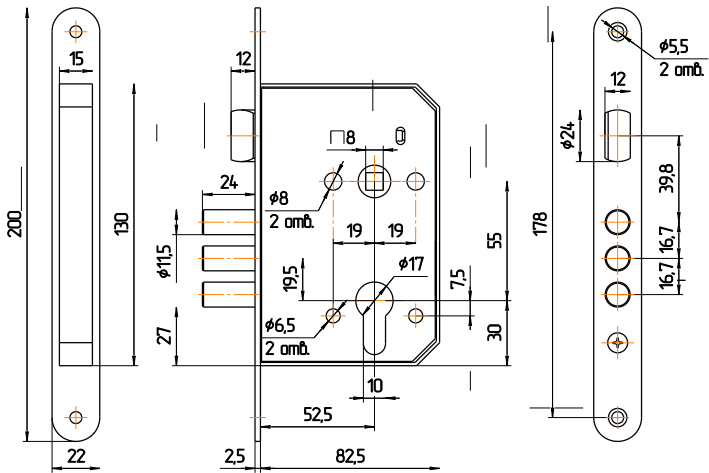

Рис.2
4.1. Произвести разметку на двери согласно рис.2. Выполнить на торце полотна двери гнездо для корпуса замка, а также отверстия для крепежа замка. Выполнить на полотне двери отверстия для цилиндрического механизма, для стержня ручек фалевых и крепежа, а в дверной коробке – отверстия для пальцев засова и защелки.